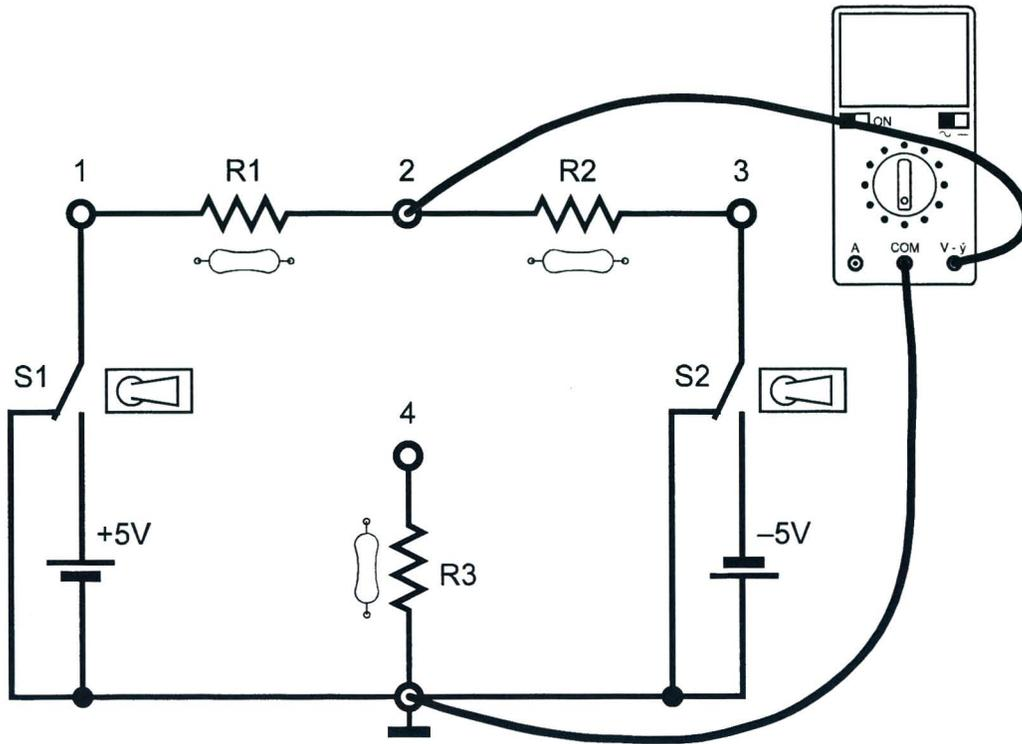

Fig. 6.2b
12. medir con el multímetro, usado como ohmiómetro, la resistencia equivalente  $R_e$  existente entre los puntos 2 y tierra (Fig. 6.2b) y anotar el valor en la tabla 6.2;